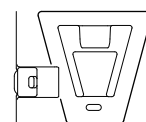

図 4
- ・レコーディング延長モジュールの V エッジが下がっていると、結合できません。（図 3）レコーディング延長モジュールのレコーディング延長モジュールリリースレバーを、押し下げてください。V エッジが上がります。（図 4）